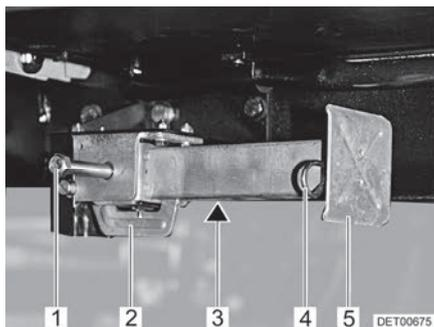

Fig. 21 Piedino di stazionamento
- Inserire la chiave a tubo nell'esagonale (Fig. 21,1) e ruotare fino a quando il piedino di stazionamento non si trova in posizione verticale verso il basso.
- Se la lunghezza del piedino di stazionamento è regolabile, sfilare la copiglia (Fig. 21,4) dal piede del prolungamento (Fig. 21,5).
- Inserire la chiave a tubo nell'esagonale (Fig. 21,1) e ruotare fino a quando il piedino di stazionamento non si stacca dal terreno.
- Spingere completamente all'interno il prolungamento dell'estremità del piedino (Fig. 21,5) e inserire la copiglia (Fig. 21,4) nel foro apposito.
- Girare sull'esagonale (Fig. 21,1), finché il piedino di stazionamento è orientato verso l'alto e la guida (Fig. 21,2) si trova proprio alla fine della scanalatura (Fig. 21,3).